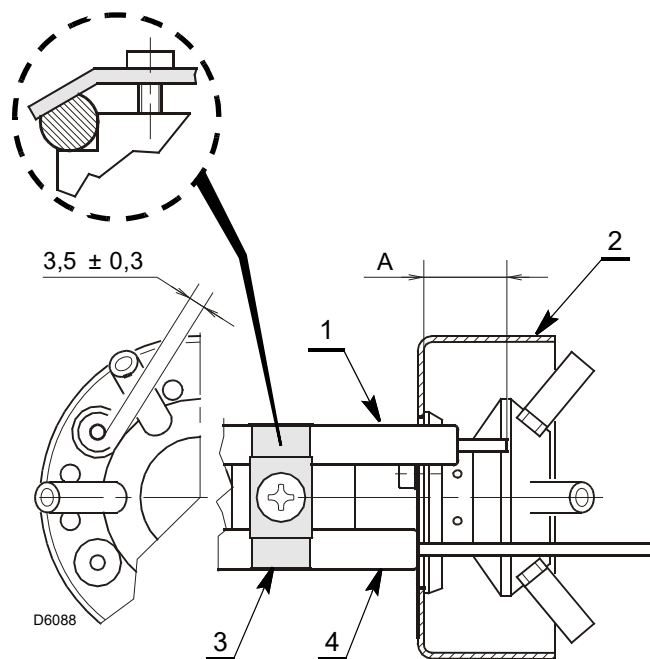

Fig. 14
- Assicurarsi che la piastrina 3)(Fig. 14) sia sempre inserita nella spianatura dell'elettrodo 1).